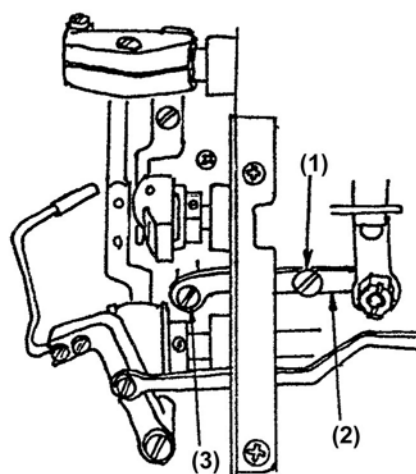

Рис. 26
- 1) Снимите шарнирный винт подвижного ножа (Рис. 26 (1)).
- 2) Плавно сдвиньте звено подвижного ножа (Рис. 26 (2)) к этой стороне, и вытяните звено подвижного ножа (2) из раздвоенного штыря ножа (Рис. 26 (3)).
Вставьте звено подвижного ножа в вильчатую цапфу ножа (Рис. 26 (3)), и закрепите шарнирный винт звена подвижного ножа (Рис. 26 (1)).